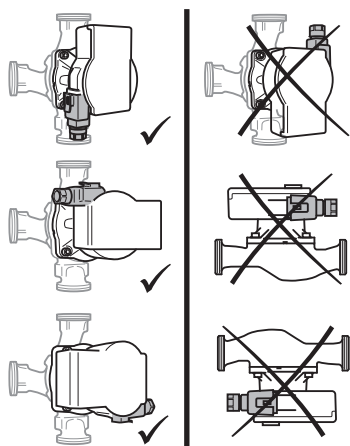

Fig. 2: Monteringslägen
- Välj en monteringsplats som motsvarar det tillåtna monteringsläget (Fig. 2).
- Observera pumpens tillåtna monteringsläge (Fig. 2) och vrid motorhuvudet (2+6) om det behövs.
- Observera det tillåtna monteringsläget (Fig. 2) och flödesriktningspilen på pumphuset (1).
- Skruva fast de 4 husskruvarna (5).